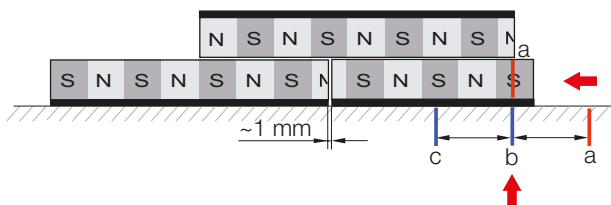

Fig. 4-12: Posizionare il corpo di misura accorciato
8. Appoggiare il corpo di misura di ausilio sul corpo di misura M1 e portarlo in una posizione stabile, quindi fissarlo con del nastro adesivo (Fig. 4-12).
9. Spingere il corpo di misura M2 accorciato sul giunto, finché il contrassegno (a) sul corpo di misura è a filo con il contrassegno (b) o (c) sulla parte macchina (Fig. 4-12). Ora il corpo di misura di ausilio deve avere solo una posizione stabile in cui *si blocca in posizione*. Eventualmente spostare leggermente il corpo di misura M2 a destra o a sinistra, per trovare la posizione con la forza di attrazione massima.